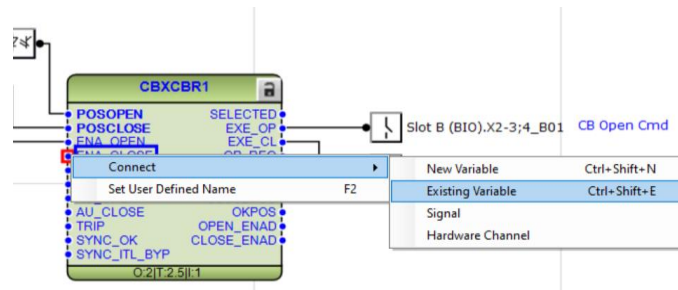

Imagen 103_Conexión de variable para la entrada ENA_CLOSE.
2.2.28 Ahora regresando al bloque CBXXBRI que se aprecia en la **Imagen 103**, vamos a añadir la siguiente conexión: “ENA_CLOSE” seleccionado “ENA_CLOSE” con clic derecho y después seleccionamos “Connect - Existing Variable”.